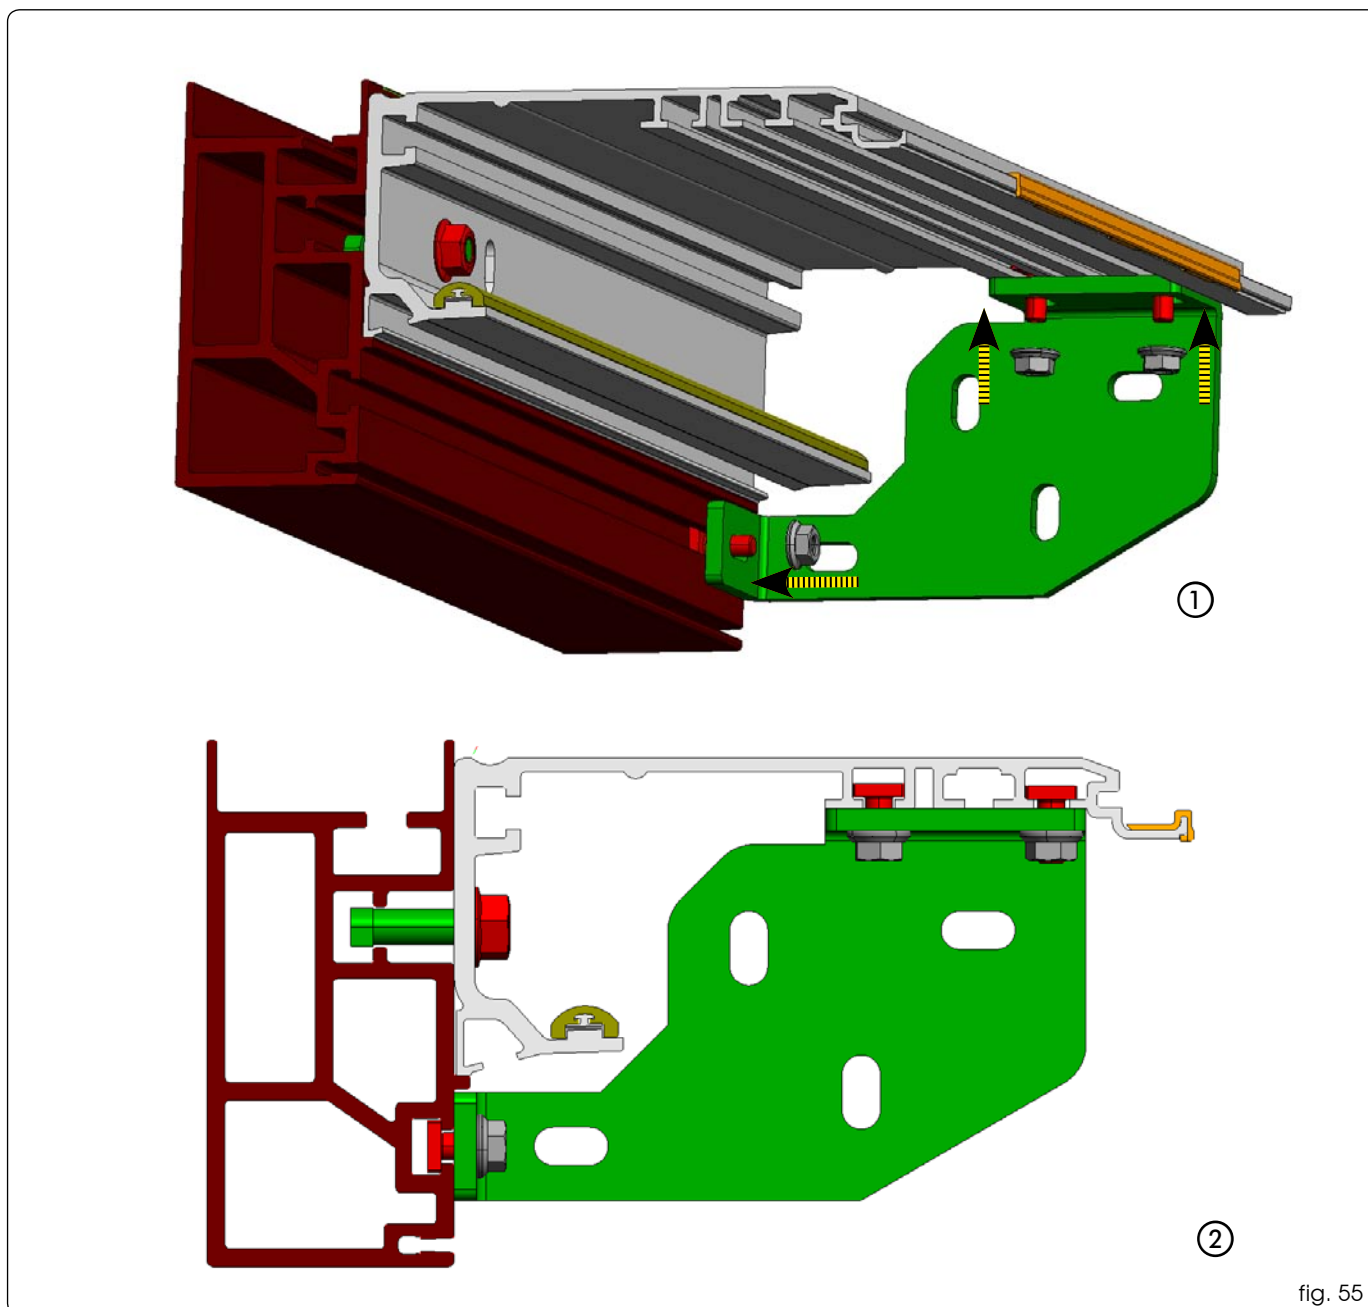

fig. 55
Il profilo autoportante viene fornito già assemblato al profilo di sostegno e con le staffe laterali già montate sulla traversa fig.55
• Fissare a muro la traversa utilizzando i fori presenti sulle piastre laterali (fig. 55. ②) utilizzando tasselli adeguati (non in dotazione).